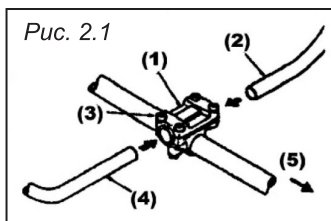

Рис. 2.1
1. Велосипедная рукоятка (см. рис. 2) состоит из двух частей: левой и правой (6) ручек управления, которые прикреплены к штанге (10) с помощью соединительного кронштейна (12). Левая ручка служит для удержания электротриммера левой рукой, а правая ручка — для удержания правой рукой и управлением работой электротриммера. Установка велосипедной рукоятки производится в следующей последовательности (см. рис. 2.1):
- 1) ослабьте болты (3) на верхней крышке кронштейна (1);
- 2) вставьте левую (4) и правую (2) ручки управления в соединительный кронштейн согласно рис. 2.1 и затяните болты.